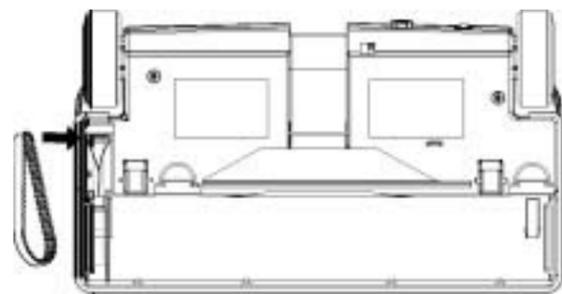

Figure 10
4. Glissez la nouvelle courroie dentée par-dessus la poulie de l'arbre du moteur (comme montré à la Figure 10).